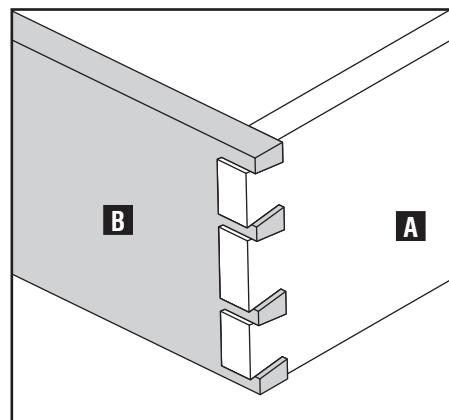

Fig. D16
SOBRESALIDO: Observe la tabla con cola (A) Fig. D16, si el grano del extremo está sobresalido (sobresale por encima de la otra tabla como se muestra en la Fig. D16) entonces el corte de la tabla con cola debe ser menos profundo. Para corregirlo, reduzca la profundidad de corte de la broca de la rebajadora.
SOBRESALIDO: Observe la tabla con cola (B) Fig. D16, si el grano grueso está sobresalido (sobresale por encima de la otra tabla como se muestra en la Fig. D16) entonces el corte de la tabla con cola debe ser menos profundo. Para corregirlo, reduzca la profundidad de corte de la broca de la rebajadora.